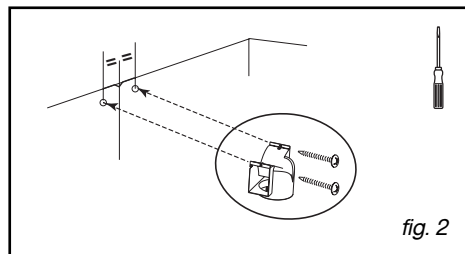

fig. 2
– Accrochez la hotte aspirante aux deux vis (D/fig. 2).
– Montez le clapet anti-retour sur la sortie du moteur (fig. 2). Ce clapet anti-retour permet d'obstruer l'entrée d'air venant de l'extérieur.
- Fixez contre le mur, en appui sur le plafond, le déflecteur plastique de fumée avec les deux vis (fig. 2). Prendre soin de centrer le déflecteur par rapport au trait vertical tracé sur le mur (fig. 2).
- Retirez les filtres cassettes (fig. 2).